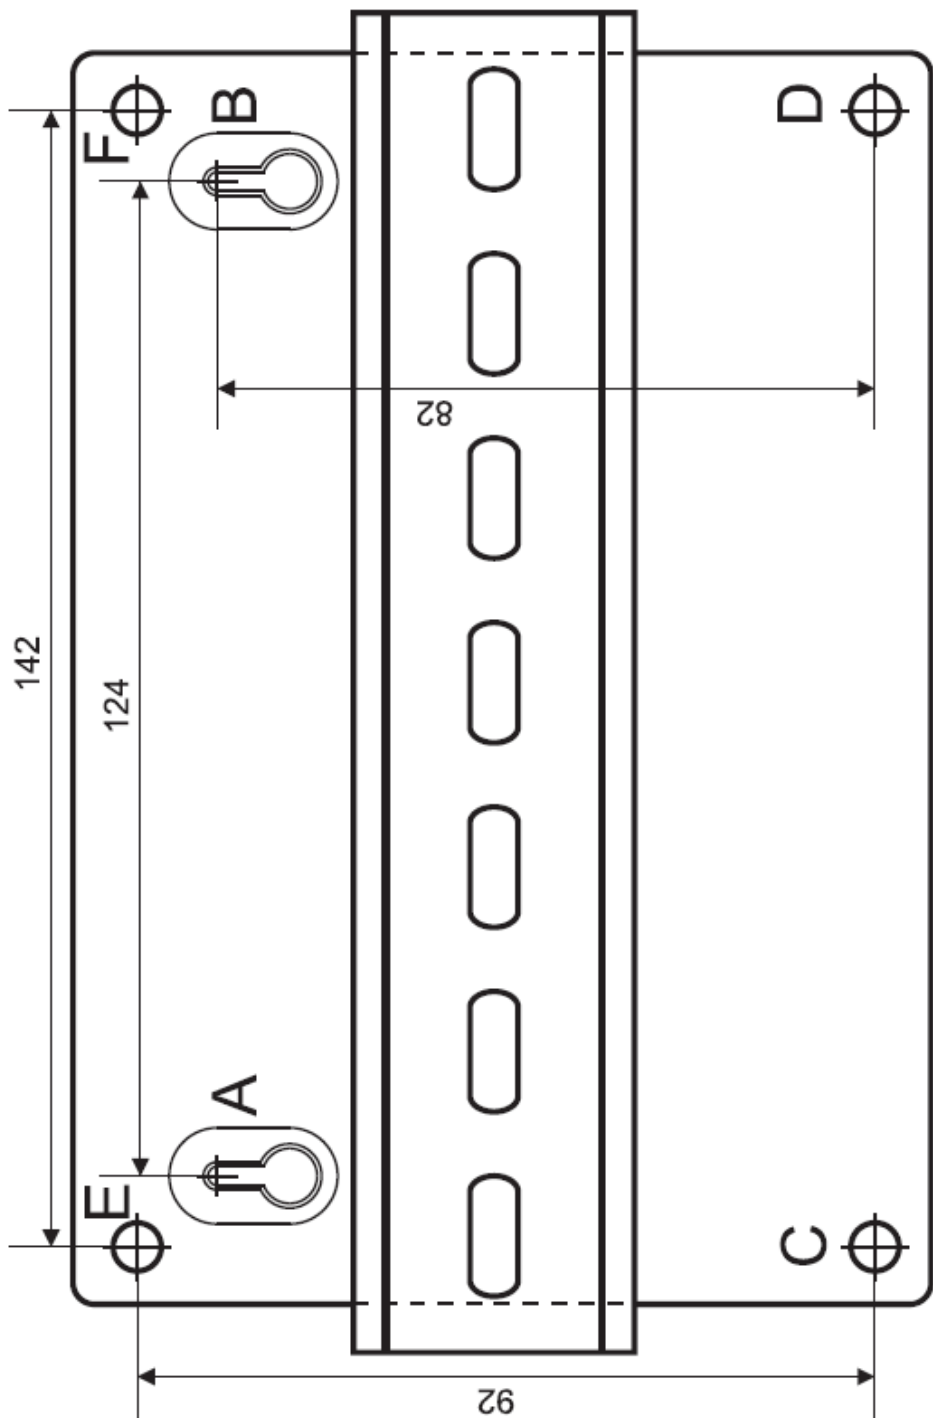

Рисунок 9. Шаблон для монтажа
3.2.3 **Вариант 1.** Приложите к стене шаблон для монтажа (рис. 9). Просверлите 3 отверстия (А, В и на выбор С или D).
3.2.7 **Вариант 2.** Приложите к стене шаблон для монтажа (рис. 9). Просверлите 3 отверстия (Е, F и на выбор С или D).